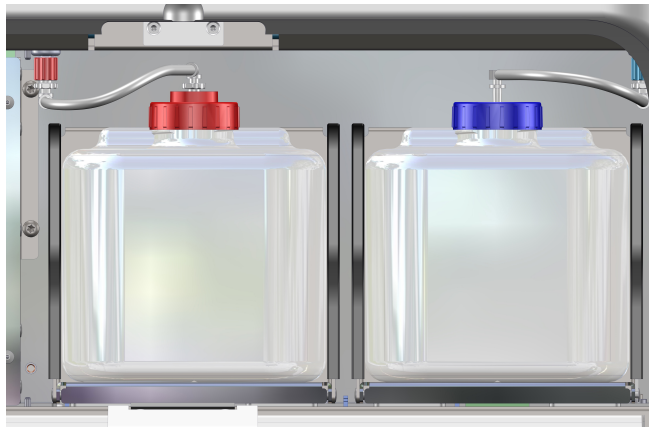

Figure 55
2. Localisez le récipient iWASTE PRO dans le plateau à bouteilles de gauche (figure 55).